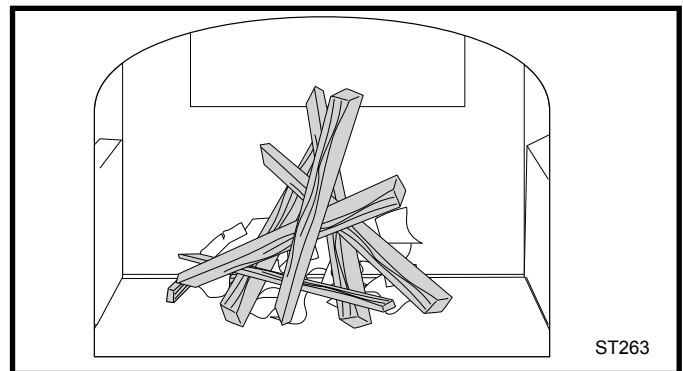

Fig. 40 Commencez le feu avec des journaux et des briquettes.
2. Placez plusieurs morceaux de journaux froissés dans le poêle. N'utilisez PAS de papier ciré ou de papier de couleur qui causeraient l'empoisonnement du catalyseur. Placez sur le papier six ou huit morceaux de briquettes sèches d'embrasement de la largeur d'un doigt et deux ou trois morceaux de bois sec d'environ 25 à 50mm (1 ou 2po) de diamètre. (Fig. 40)